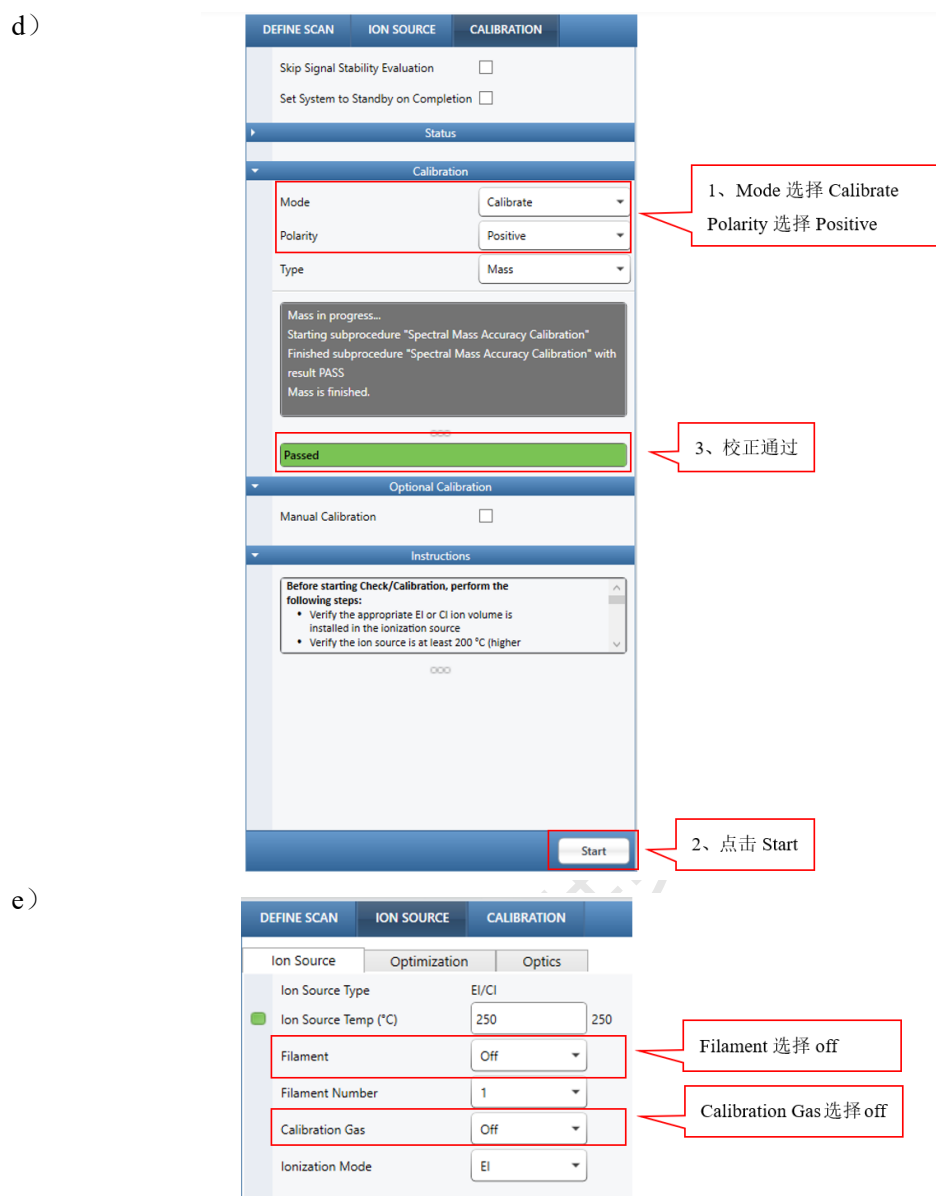

图1 EI源调谐和校准
- 如图 1 (a), Ion Source 界面, Ion Source Temp 设为 250 °C, Filament 选择 On, Calibration Gas 选择 EI, Ionization Mode 选择 EI。
- 如图1 (b), Optimization界面, 勾选Auto Tune、Leak Check、Tune Report, 点击Optimize, Signal increased和Leak check值均应小于10%。若Signal increased 超过10%, 则重新进行调谐; 若Leak check超过10%, 则稍紧一下质谱端螺母, 重新进行Leak check。
- 如图1 (c), Optics界面, 点击Save图标, 保存调谐文件, 调谐文件路径: C盘-Xcalibur-methods文件夹下, 文件命名规则: 日期\_离子源种类, 比如 20250220\_EI, 即为2025年2月20日, EI源校正文件。
- 如图1 (d), Calibration界面, Mode选择Calibrate, Polarity选择Positive, 点击Start, 显示Passed, 校准通过。